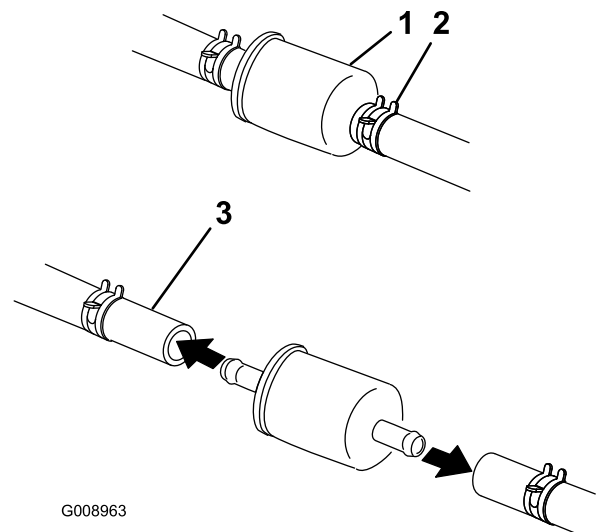

Figura 55
6. Apriete los extremos de las abrazaderas y deslícelas por el tubo alejándolas del filtro (Figura 55).
8. Instale un filtro nuevo y acerque las abrazaderas al filtro (Figura 55).